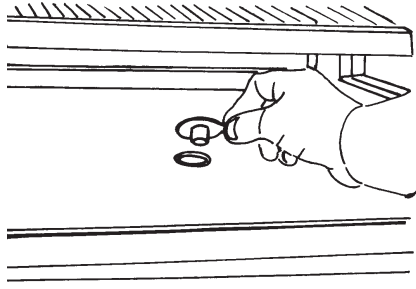

Fig.8
1. Togliere l'alimentazione. 2. Svitare le viti di fissaggio del portalampada superiore. 3. Staccare il portalampada superiore dal tubo fluorescente con il trasparente di protezione. 4. Sfilare il tubo dal portalampada inferiore. 5. Togliere il tubo di protezione. 6. Sostituire il tubo fluorescente. 7. Ripristinare tutto procedendo in senso inverso (vedi fig. 8)